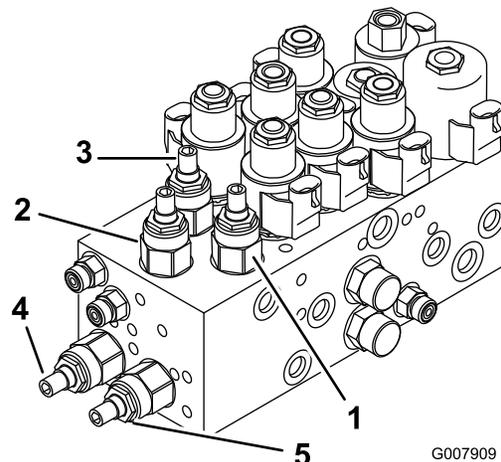
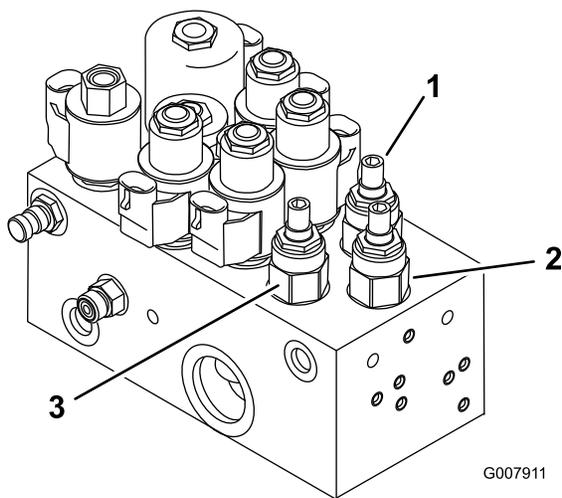

Figura 85
Figura 86
1. Accedete alla valvole sul collettore di sollevamento per regolare la(e) unità di taglio prevista(e) (Vedi tabella, Figura 85 e Figura 86).